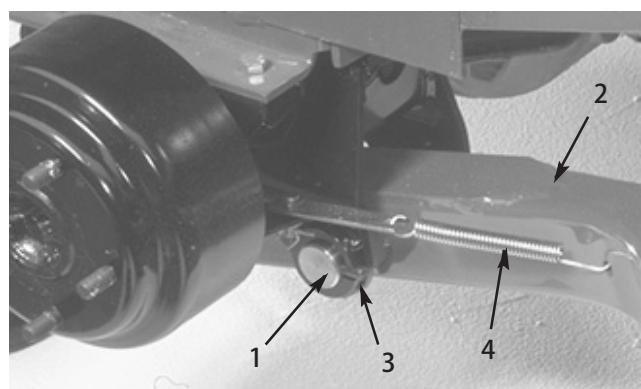

図 2
- ピボット・ピン 1 本、コッター・ピン1 本を使って、ピボット・ブラケットに昇降アームを取り付ける(図2)。昇降アームは、端部の曲線部分が外向きになるように取り付ける。
- ブレーキ・リターン・スプリングを昇降アームの穴に引っ掛ける(図2)。